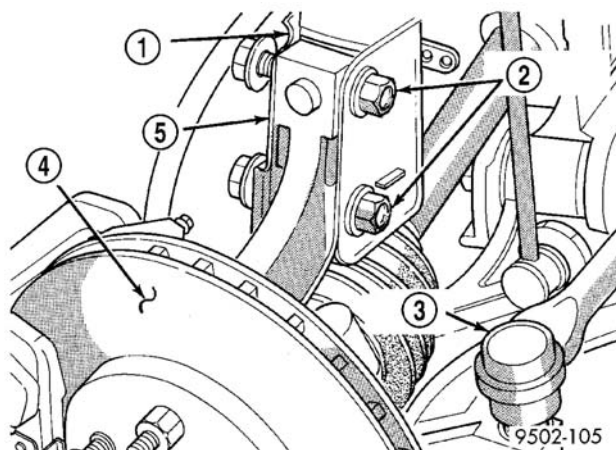

图 42 滑柱减振器连接到转向节
（6）拆卸两个滑柱总成 U 形支架与转向节的连接螺栓（图 42）。
(2) 将滑柱总成对准转向节。将转向节臂置入滑柱总成的 U 形支架。将滑柱总成 U 形支架安装孔与转向节安装孔对齐。安装滑柱总成至转向节的 2 个连接螺栓（图 42）。若滑柱总成用凸轮螺栓连接到转向节上，必须将凸轮螺栓安装在滑柱 U 形支架上的长圆孔中。紧固滑柱 U 形环至转向节的连接螺栓，至  $81 \text{ N} \cdot \text{m}$  ( $60 \text{ ft. lbs.}$ ) 的扭矩，在达到规定的扭矩后，继续拧紧  $1/4$  ( $90^\circ$ ) 圈。